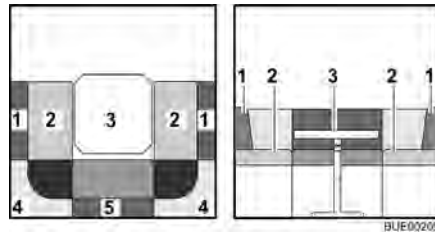

Fig. 80 Prima della trasformazione
- Trasformare il tavolo (Fig. 80,3) in struttura di supporto letto (vedi paragrafo 6.11).